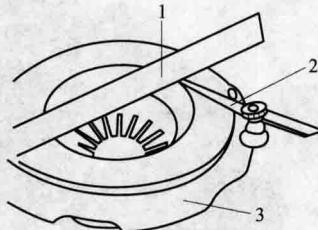

图 1-6 压盘平面度检查
- ③ 检测从动盘花键孔与变速器第一轴的配合，若齿侧隙超过 0.16 mm，则应更换从动盘轮毂或变速器第一轴。
- ④ 检查膜片弹簧分离指端：若指端处有明显的磨损槽、锈蚀、破裂等现象，则应更换膜片弹簧。
⑤检查压盘与飞轮表面有无裂纹和变形，若磨损成伞形，需研平或更换。检查压盘平面度，离合器压盘平面度不应超过 0.2 mm，检查方法是用钢直尺压在压盘上，然后用塞尺测量，如图 1-6 所示。